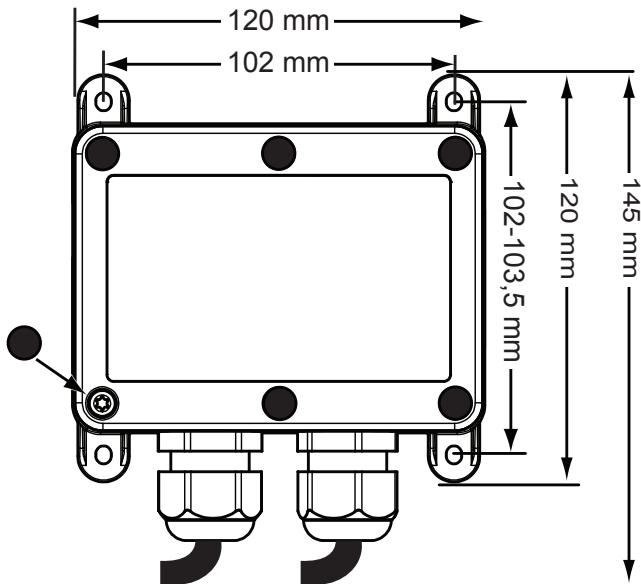

Figure 11. Mesures de forage du récepteur
1. Percer 4 trous (pour les mesures voir Figure 11).